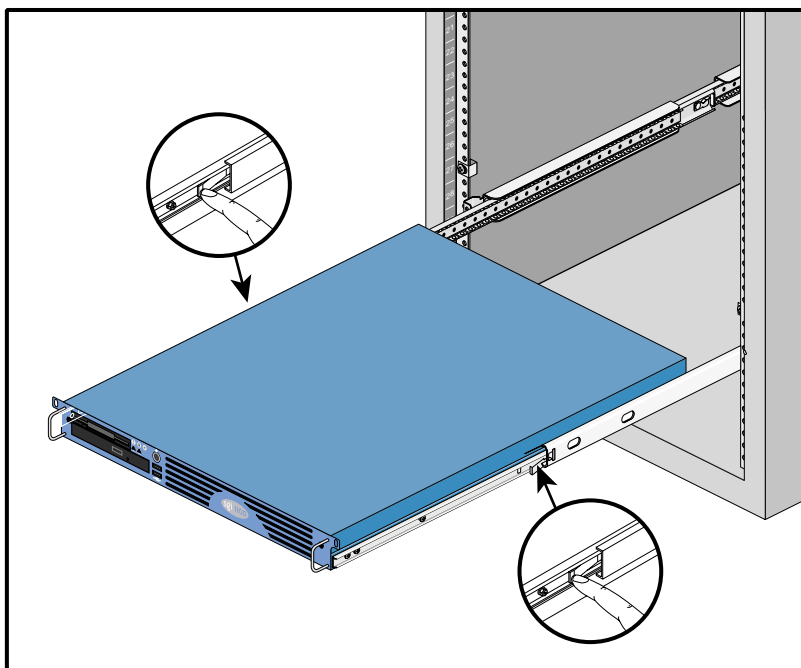

Figura 2-11 Desbloqueo de los pasadores de retención
1. Extraiga el riel del chasis de uno de los rieles corredizos (consulte la ilustración de los dos componentes en la Tabla 2-2). Para desmontar el riel tendrá que presionar el pasador de desconexión que se muestra en la Figura 2-11.
3. Suelte los pasadores de retención que se encuentran en ambos lados del chasis y deslice el chasis hasta el interior del bastidor (consulte los detalles en la Figura 2-11). La primera vez que inserte el chasis en el bastidor notará que los rieles corredizos están bastante rígidos, debido a que las cajas de rodamiento no están centradas en dichos rieles. El chasis se deslizará con mayor facilidad después de realizar todo el recorrido una vez.